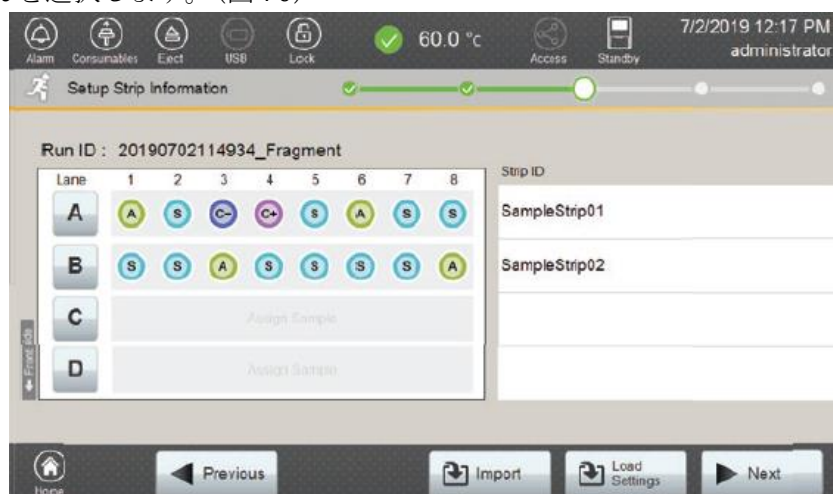

図 70 Setup Strip Information の入力完了画面
10. 必要なレーンすべての設定が完了したら、Setup Strip Information 画面の **Next** を選択します。(図 70)
Spectrum Compact のコントロールソフトウェアでは、完了したランの情報を再利用できます。このオプションを使用すると、前に完了したランの 4 つのレーン（A から D）すべての **strip information** がコピーされ、**Setup Strip Information** 画面に表示されます。（図 70）